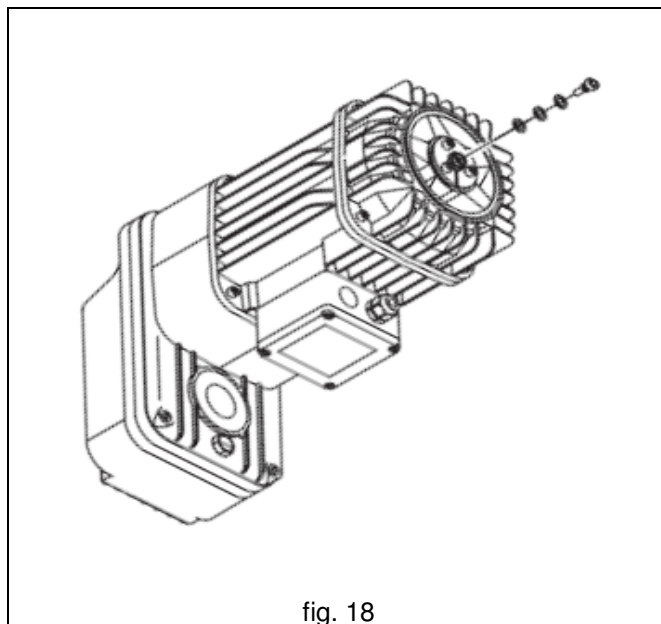

fig. 18
- **Para aumentar la torsión de frenado:** quitar una o más arandelas hasta obtener el incremento deseado de la torsión de frenado (fig. 18);